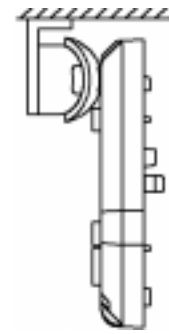

Рис. 2. Основание извещателя и кронштейн
- снимите крышку извещателя, отжав при помощи отвертки фиксатор крышки через отверстие, распо-ложенное в нижней части основания извещателя (рис. 2);
- просверлите в основании извещателя отверстия (см.рис.2), которые будут использоваться для прокладки проводов и крепления извещателя;
1. После закрепления извещателя на кронштейне повернуть корпус извещателя в вертикальной плоскости в соответствии с выбранной высотой установки, отмерив расстояние (L) от стены до края основания при снятой крышке (рис. 2, таблица 2).